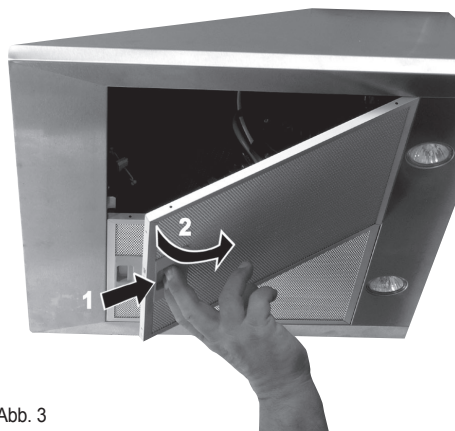

Abb. 3
Griffleiste des Metallfettfilters leicht zur Wand hin drücken (1), anschließend Metallfettfilter nach unten klappen (2) und herausziehen (Abb. 3).